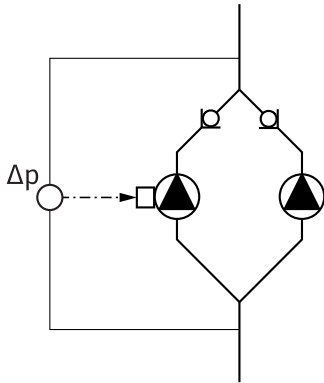

Fig. 13: ejemplo, conexión de sonda de presión diferencial
- En el ejemplo de la fig. 13, la bomba principal es la que está a la izquierda según el sentido del flujo. Conecte la sonda de presión diferencial a esta bomba.
Los puntos de medición de la sonda de presión diferencial de la bomba principal deben estar en el tubo colector correspondiente en el lado de aspiración y de impulsión del sistema de bomba doble (fig. 13).